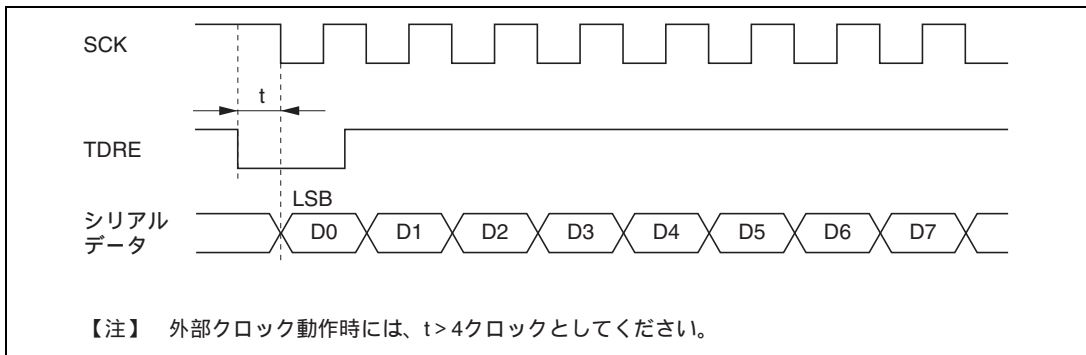

図 14.22 DTC によるクロック同期式送信時の例
- (a) 同期クロックに外部クロックソースを使用する場合、DMACまたはDTCによるTDRの更新後、 $\phi$ クロックで5クロック以上経過した後に、送信クロックを入力してください。TDRの更新後4クロック以内に送信クロックを入力すると、誤動作することがあります。(図14.22)